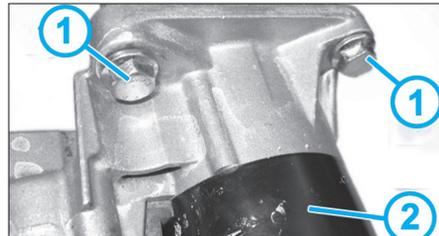

Fig. 12
- Déposer les vis supérieures (1) du démarreur (2) (Fig.12).